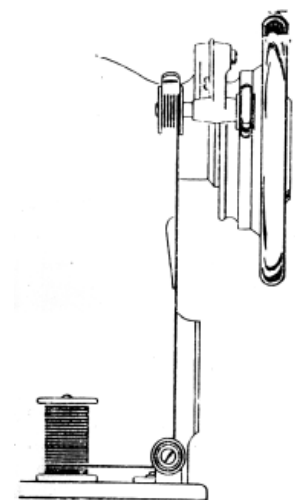

Рис.3
1. Намотка шпульки (см. рис.3).
Для намотки шпульки служит моталка. Шпульку надевают на шпиндель моталки так, чтобы шпонка шпинделя вошла в прорезь шпульки. Катушку с нитками ставят на катушечный стержень платформы. Нитку с катушки заправляют снизу между шайбами натяжения моталки, как показано на рис.3 и затем наматывают вручную несколько витков на шпульку. Моталку поджимают к маховику. Далее производят намотку, вращая маховик с помощью привода. Намотка шпульки должна быть плотной и равномерной. Правильная намотка шпульки достигается регулировкой натяжения моталки в продольном направлении. Когда шпулька полностью намотана, моталка выключается автоматически.